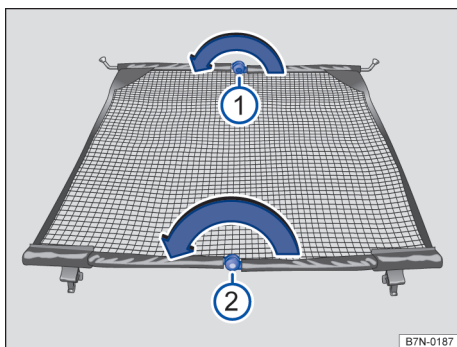

Fig. 184 Fechar a rede divisória.
- Pressionar o botão de destrave → Fig. 184 ① e fechar a barra transversal no sentido da seta com o botão de destrave pressionado.
- Pressionar o botão de destrave → Fig. 184 ② e fechar a barra transversal no sentido da seta com o botão de destrave pressionado.